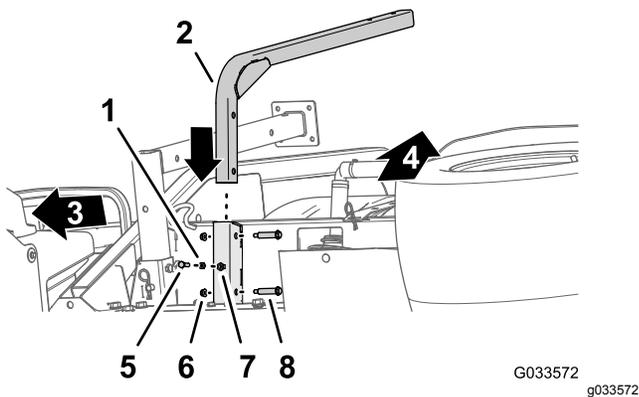

Рисунок 46
1. Совместите опорную трубу бака пресной воды с опорным швеллером бака (Рисунок 46).
2. Совместите отверстия в опорной трубе с отверстиями в швеллере (Рисунок 46).
3. Прикрепите трубу к швеллеру (Рисунок 46) с помощью двух ступенчатых болтов (½ x 1-15/16 дюйма) и двух фланцевых контргаек (5/16 дюйма).
5. Наверните контргайку (5/16 дюйма) на болт (5/16 x 1 дюйм), как показано на Рисунок 46.
6. Заверните болт (5/16 x 1 дюйм) и контргайку в приварную гайку в нижней части опорного швеллера бака и затяните болт и контргайку от руки (Рисунок 46).